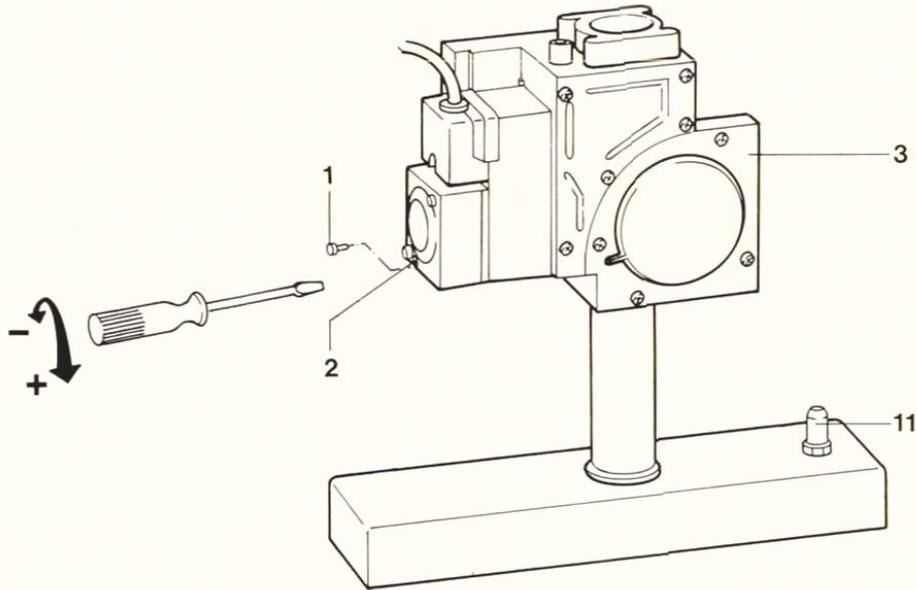

Abb. 9
- Verschlußschraube im Düsendruck-Meßstutzen lösen und U-Rohr-Manometer am Düsendruck-Meßstutzen (11 in Abb. 9 u. Abb. 1) anschließen.